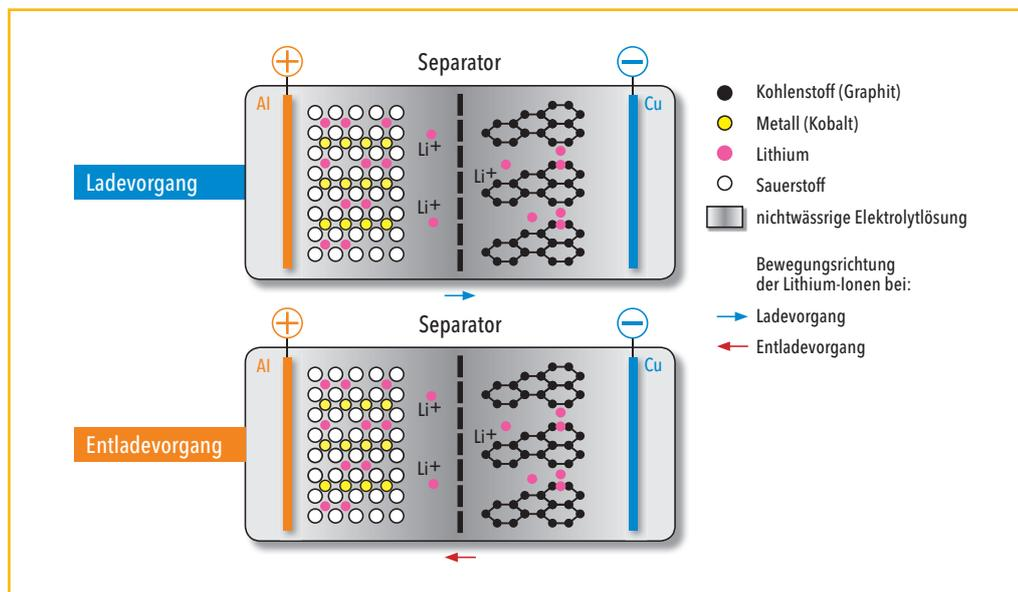

Abbildung 6.5: Funktionsweise einer Lithium-Ionen-Zelle
- a) Erläutern Sie anhand der Abbildung 6.5 den Aufbau und die Funktion eines Lithium-Ionen-Akkus.